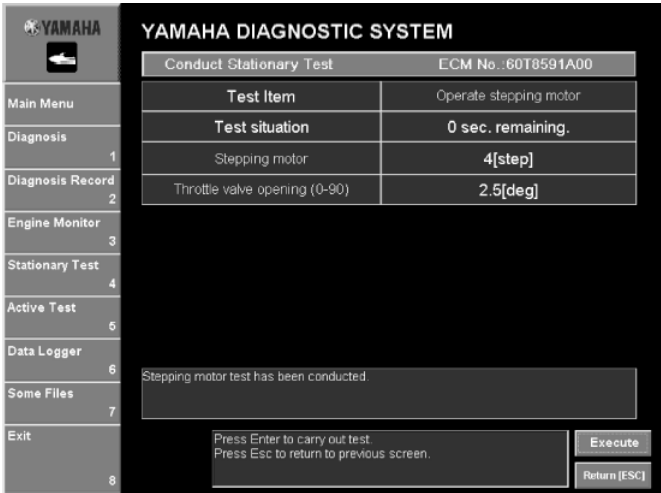

Рис. 78
4. Чтобы выполнить тест снова, щелкните **Выполнить(Execute)** или нажмите клавишу Enter клавиатуры. Чтобы выполнить другой тест, щелкните **Возврат[ESC](Return[ESC])** или нажмите клавишу Esc клавиатуры, чтобы вернуться к окну, где можно выбрать различные тесты. (Рис. 78)